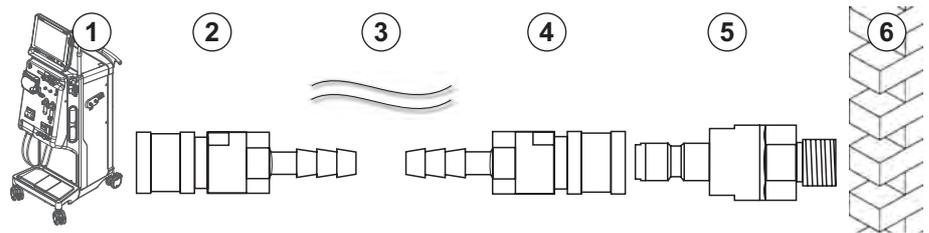
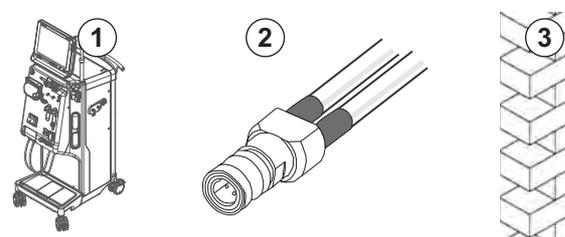

Fig. 4-4 Opción 1: conexiones Aquaboss de entrada de agua
Fig. 4-5 Opción 2: conexión Aquaboss de entrada de agua para anillo de distribución
- Opción 1: 2 conexiones hembra para tubos (Fig. 4-4, ② , ④ ), diámetro interior de tubo flexible 9 mm, material 1.4571 EPDM
- Opción 1: 1 boquilla de cierre macho ⑤ , material 1.4571 EPDM
- Opción 2 (disponible tubo en anillo): tubos en anillo secundario libre de espacios muertos con adaptador en P-Y doble (Fig. 4-5, ② )
Opción 2: se utiliza un tubo en anillo. Los tubos que salen y entran a la pared están fijados en acoplamiento hembra (Fig. 4-5, ② ).
1. Conectar el acoplamiento hembra ② directamente al equipo.